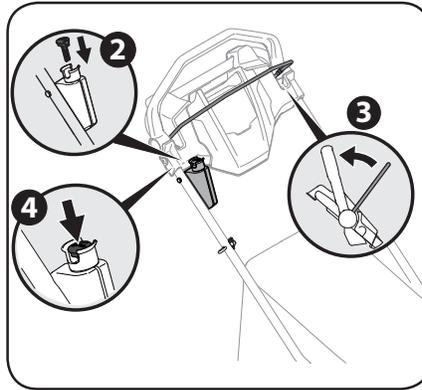

Figure 3-4
3. Placez-vous derrière l'appareil et serrez la commande des lames contre la commande d'entraînement. À Voir Figure 3-4.
4. Pressez sur le bouton-poussoir pour démarrer le moteur. Voir Figure 3-4.